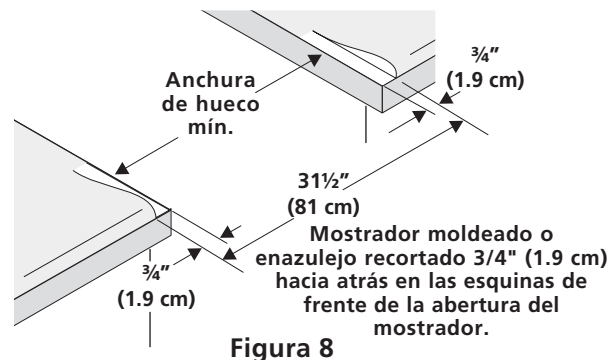

Figura 8
- El reborde de frente de mostradores moldeados deben tener bordes moldeados a 3/4" (1.9cm) a partir de cada extremidad de la apertura (Figura 8).
- Los mostradores enazulejos deberán necesitar un recorte de 3/4" (1.9 cm) a partir de cada extremidad y/o un borde redondeado aplanado (Figura 8).